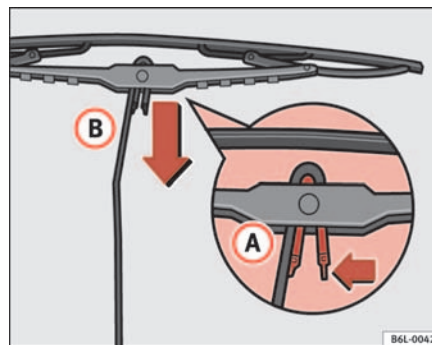

Fig. 125 Remplacement du balai d'essuie-glace arrière
- Repoussez le ressort d'arrêt dans le sens de la flèche (A) ⇒ fig. 125.